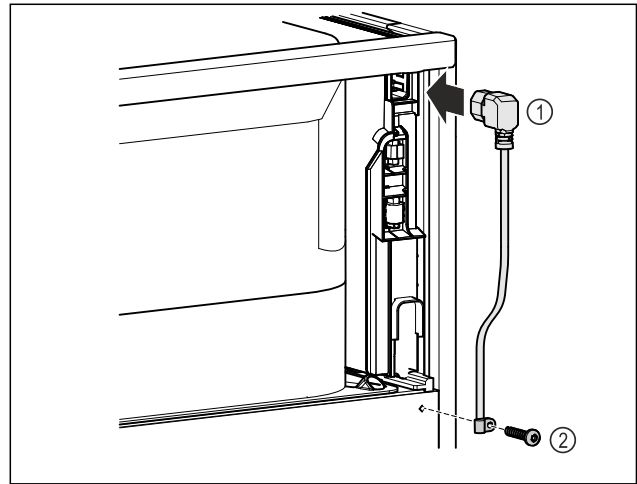

Fig. 11
- ▶ Sätt i nätkabelns apparatkontakt Fig. 11 (1) på apparatens baksida.
- ▶ Montera dragavlastning Fig. 11 (2)